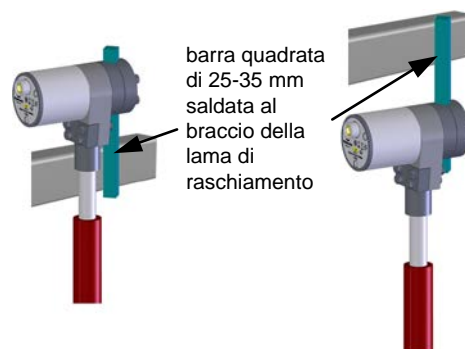

Figura 3: Fissaggio del sensore sopra o sotto il braccio della lama di raschiamento
- L'unità della testina può essere montata sotto o sopra il braccio della lama di raschiamento (Figura 3). In entrambi i casi l'unità della testina deve essere il più lontano possibile dall'impasto in modo da tenerla ragionevolmente pulita e ridurre l'usura.